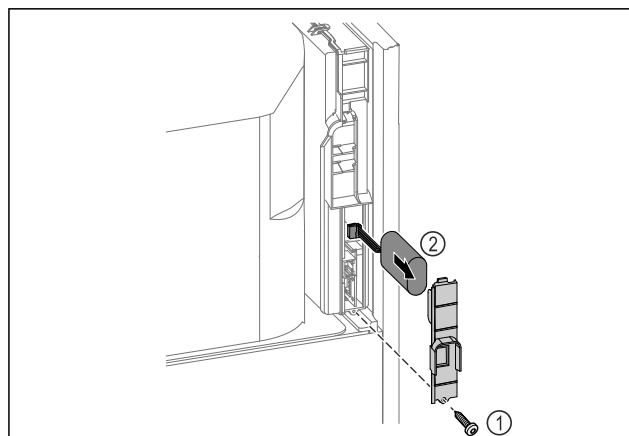

Fig. 255
- ▶ Развийте винта и свалете капака на гърба на уреда Fig. 255 (1).
- ▶ Изключете и извадете батерията Fig. 255 (2).